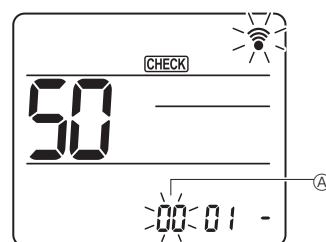
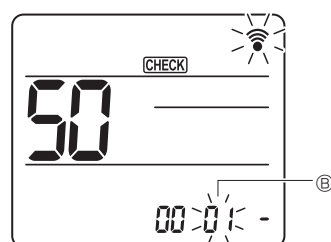
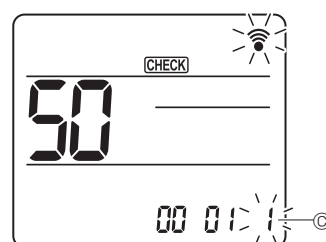

Fig. 6-17
Fig. 6-18
Fig. 6-19
- ② Indstilling af enhedsnummer
- Tryk på [SET]-knappen for at indstille enhedsnummeret ②. (Fig. 6-17)
- ③ Vælg en tilstand
- Tryk på [SET]-knappen for at indstille funktionsnummeret ③. (Fig. 6-18)
- ④ Indstilling af indstillingsnummer
- Brug [DOWN]-knappen til at ændre indstillingsnummeret ④. (Fig. 6-19)
- ⑤ Valg af flere funktioner samtidigt
- Vælg igen ③ og ④ for at ændre flere funktionsindstillinger kontinuerligt.
- ⑥ Afslut valg af funktion